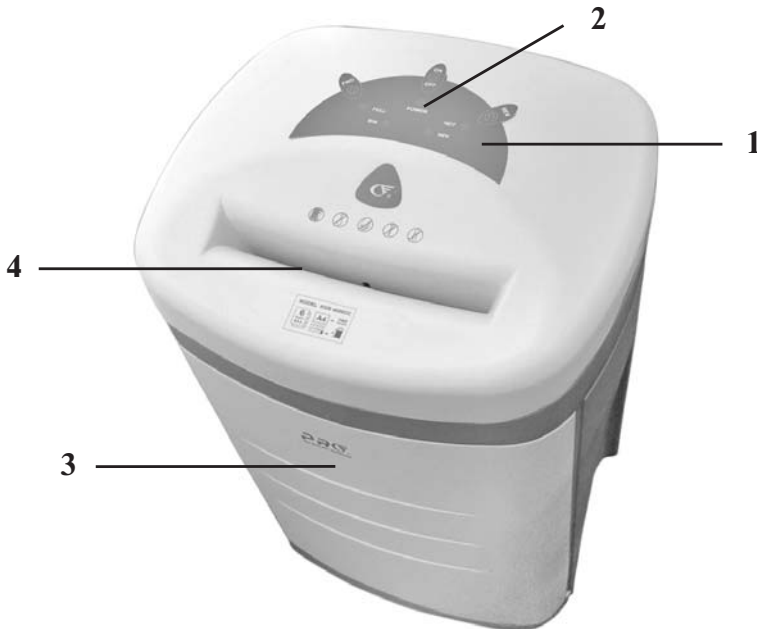

Рис. 1
2. Нажмите на выключатель питания (кнопка ON/OFF), при этом должен загореться индикатор питания “POWER” Рис.1 п.2.